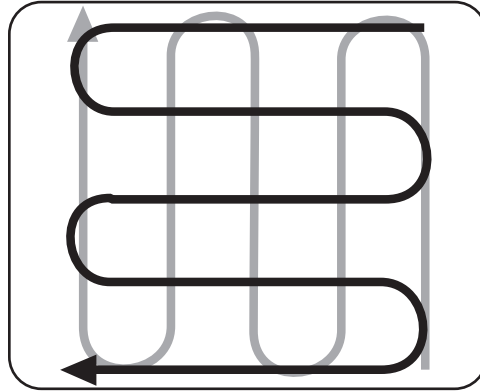

Figure 4-13
- Lorsque vous avez terminé de labourer dans un sens, effectuez un deuxième passage à un angle droit. Voir Figure 4-13. Chevauchez chaque passage pour de meilleurs résultats. Chevauchez chaque passage pour de meilleurs résultats. Si le sol est très dur, il faut peut-être passer trois ou quatre fois sur la même rangée pour l'ameublir.